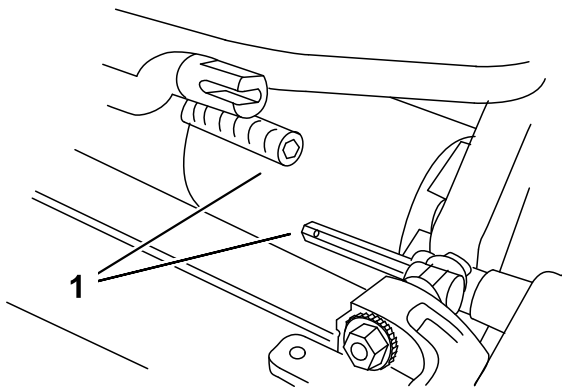

図 5
3. Cuttingユニットをトラクションユニットの下に押し込み、次に左に押ししてトランスミッションのカップリングに接続する (図 5)。